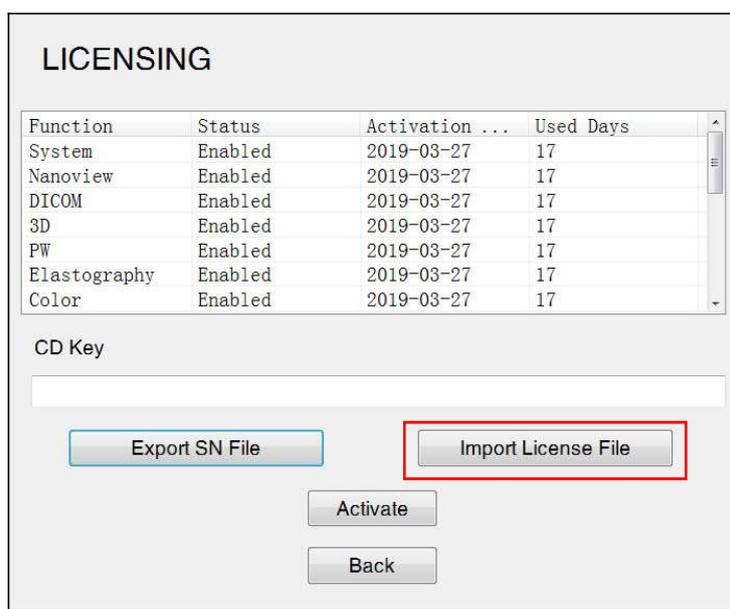

Fig. E-5 Tela de licenciamento
- 2) Selecione Licenciamento e, em seguida, **Importar Arquivo de Licença** para importar o arquivo de chave de licença adquirido da SIUI para ativar o recurso DICOM (nas instruções detalhadas para ativar o recurso DICOM, consulte a seção 5.2.1 no Manual de Operação). A tela de licenciamento é como mostrado na Fig. E-5.